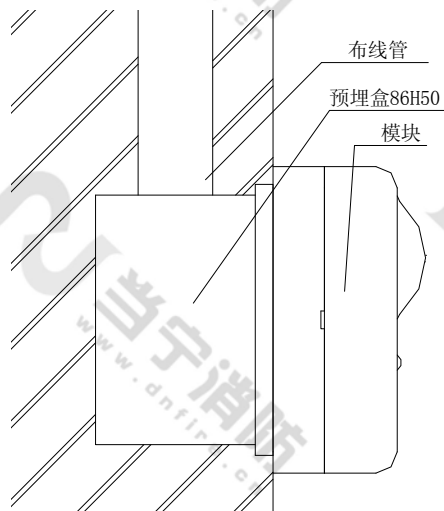
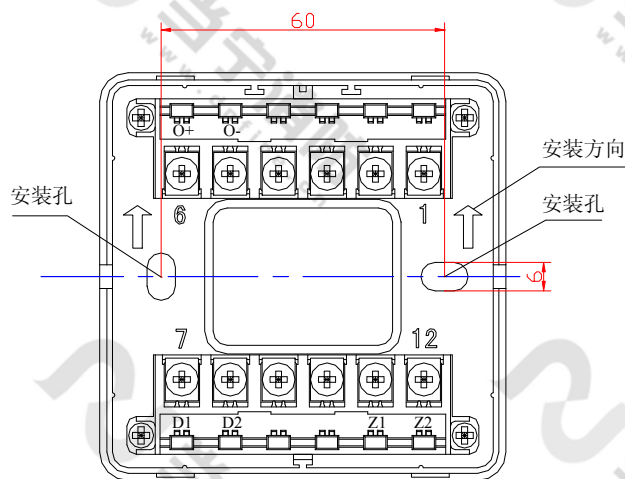

图 2 进线管预埋示意图
图 3 端子示意图
3. 模块采用线管预埋安装，将底盒安装在 86H50 型预埋盒上，安装孔距为 60mm (参见图 3)，安装示意图如图 2 所示。
4. 端子示意图如图 3 所示。